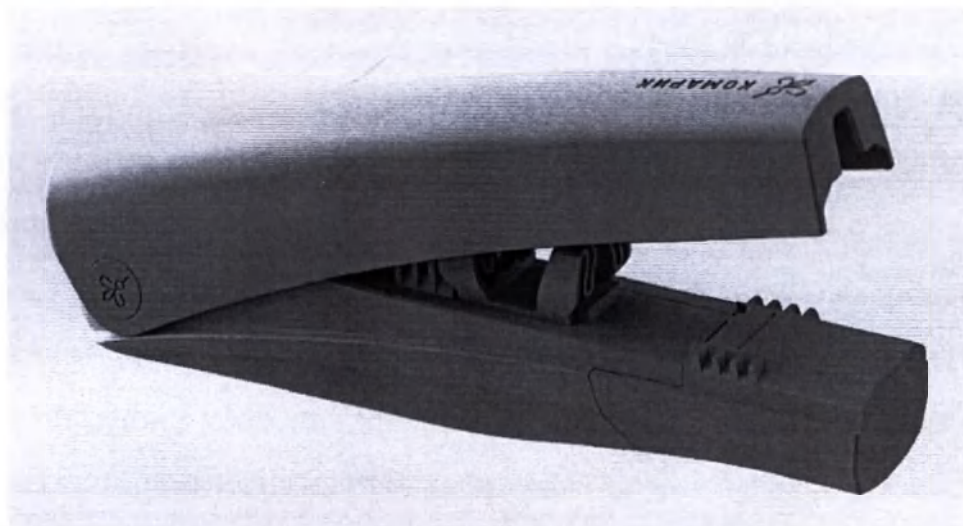

Рисунок 19 – Раскрытие изделия
- 2) раскрыть изделие, рисунок 19;